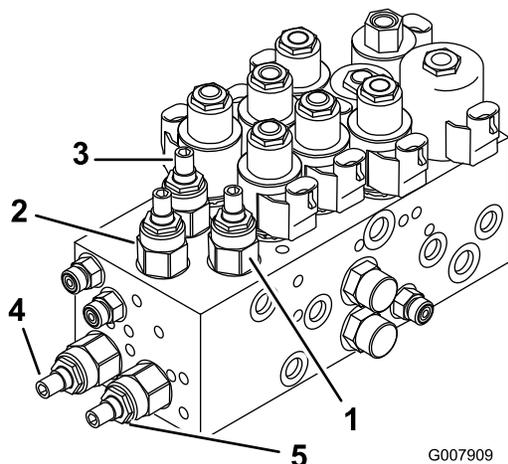
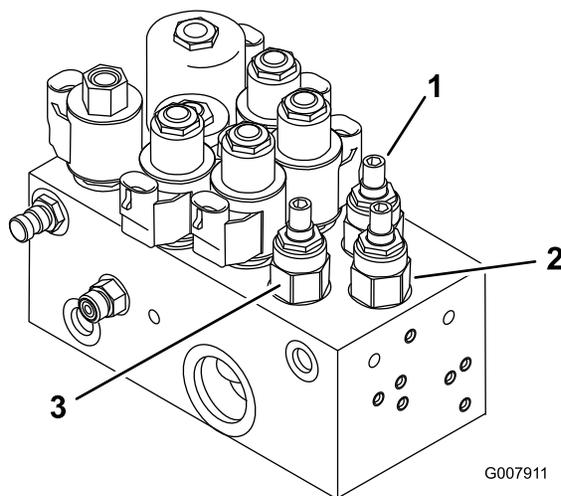

Bild 87
Bild 88
1. Stellen Sie die gewünschten Mähwerke mit den Ventilen am Hubverteiler ein (siehe Tabelle Bild 87 und Bild 88).